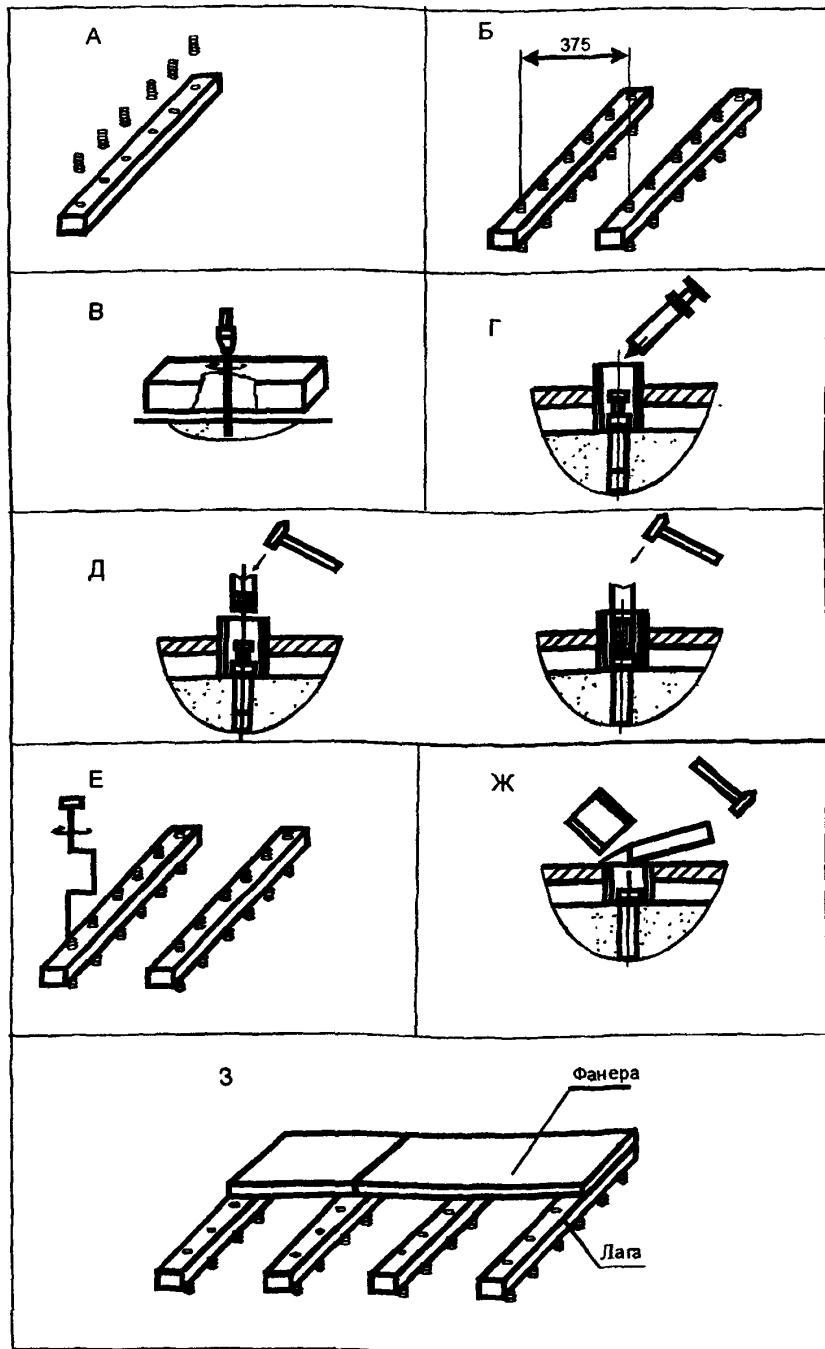

Рисунок 4 — Последовательность операций при установке регулируемых лаг и закреплении к ним сборной стяжки
5.60. При значительных неровностях подстилающего слоя, а также при необходимости укладки сборной стяжки по тепло- и звукоизолирующему слою или прохождении под стяжкой труб возможно выполнение сборной стяжки из фанеры по регулируемым лагам со сквозными резьбовыми отверстиями (рисунок 4).
5.62. Перед установкой в отверстия лаг ввинчиваются пластиковые болты-стойки, на которые опираются лаги (рисунок 4, А).
5.63. Лаги устанавливаются на перекрытии с шагом 375 мм, после чего через болты-стойки в перекрытии засверливаются отверстия (рисунок 4, Б, В).
5.64. В болт-стойку помещают дюбель-гвоздь, который на неполную глубину забивают с помощью дробника в отверстие, выполненное в перекрытии (рисунок 4, Г, Д).
5.65. С помощью завинчивающего инструмента регулируют необходимое положение лаг по уровню (рисунок 4, Е) и окончательно закрепляют лаги к перекрытию с помощью дюбеля-гвоздя, после чего выступающие части болтов-стоеч срезают с помощью стамески (рисунок 4, Ж).
5.66. На установленные таким образом лаги укладывают сборную стяжку из двух слоев фанеры толщиной по 12 мм, закрепляя их с шагом 150 мм саморезами. При этом второй лист фанеры должен перекрывать стыки нижнего слоя (рисунок 4, З).